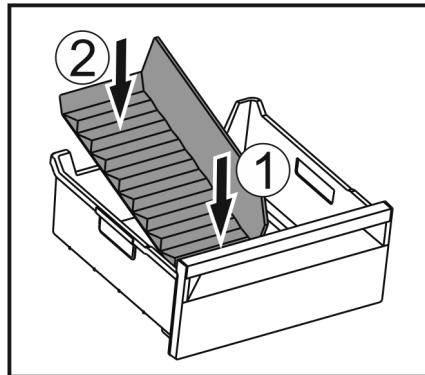

Fig. 100
- Vložte prednú časť oddelovača zásuvky na ľad. Fig. 100 (1)
- Spusťte zadnú časť oddelovača zásuvky na ľad až na dno zásuvky. Fig. 100 (2)